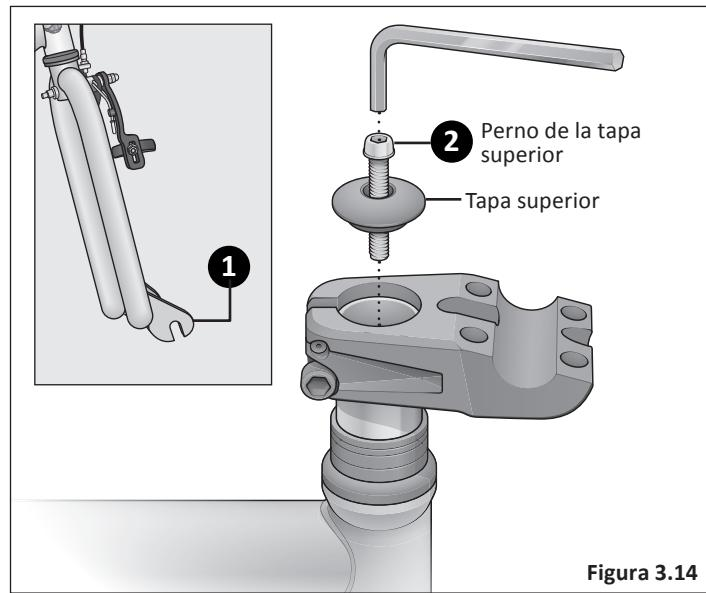

Figura 3.14
- 2** Usando una llave Allen de 5 mm, afloje el perno de la tapa superior del tubo de dirección y quite tanto la tapa como el perno. **¡Importante! ¡No** quite los espaciadores. **Figura 3.14**